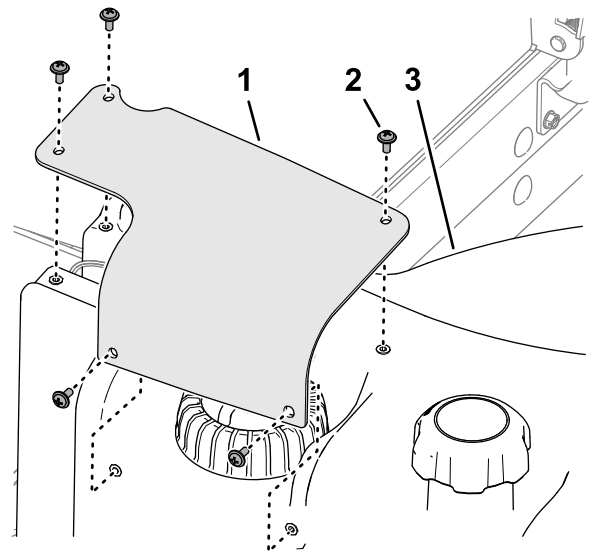

Figura 95
7. Alinee los orificios de la tapa del sensor de combustible con los orificios del depósito de combustible, y sujete la tapa al depósito con los 5 tornillos Phillips (Figura 95).